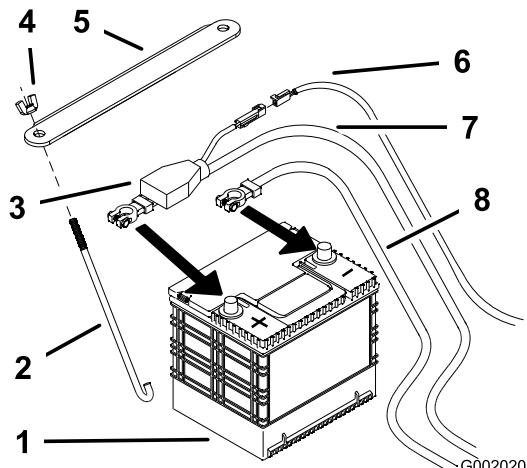

Figura 50
4. Primero desconecte el cable negativo del borne negativo (-) de la batería (Figura 50).
5. Retire la cubierta de goma roja del borne positivo (rojo) de la batería. Luego retire el cable positivo (rojo) de la batería (Figura 50).
- Coloque la batería en la bandeja, con los bornes frente al depósito de aceite hidráulico (Figura 50).
- Fije los cables con 2 pernos (1/4 x 3/4 pulg.), 2 arandelas (1/4 pulg.) y 2 contratuerca (1/4 pulg.) (Figura 50).
- Fije la batería con pernos en J, una brida de sujeción, 2 arandelas (1/4 pulg.) y 2 tuercas de orejeta (1/4 pulg.) (Figura 50).